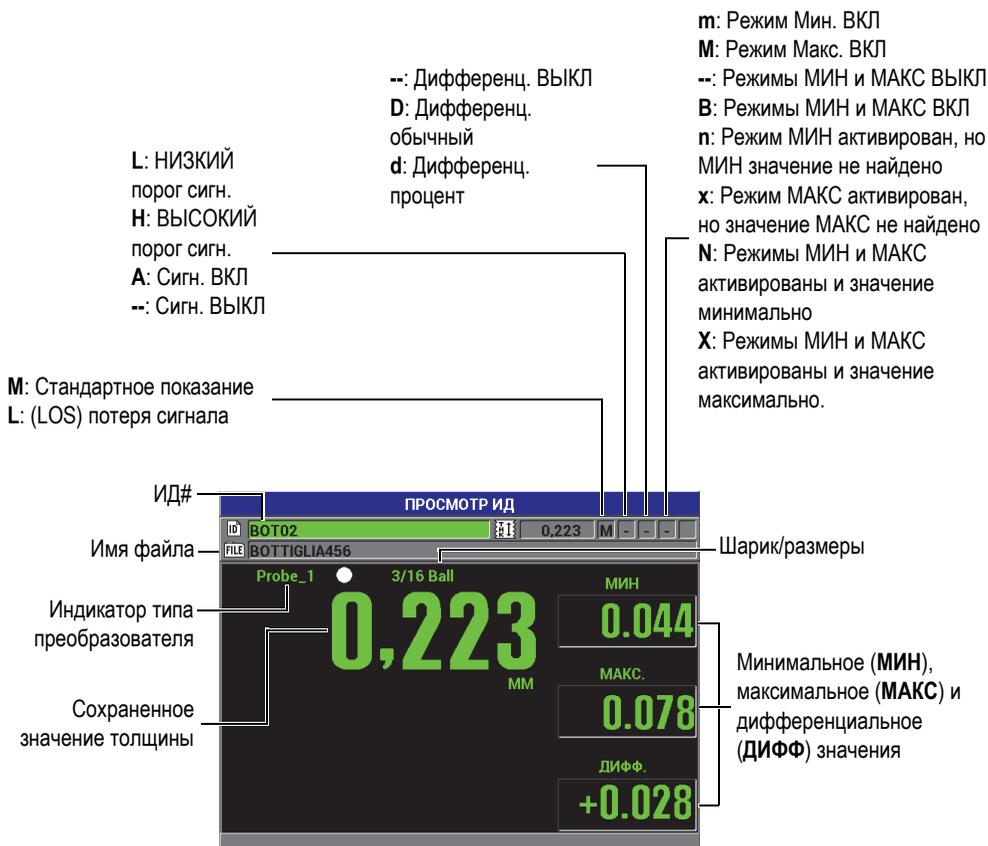

Рис. 7-15 Экран ПРОСМОТР ИД
На Рис. 7-15 на стр. 141 изображен экран просмотра ИД и краткое описание его содержимого. Индикаторы состояния представляют собой аббревиатуру, состоящую из первых букв составляющих информативных слов.
2. На экране измерений нажмите [**ID#**], чтобы открыть окно **ПРОСМОТР ИД** (см. Рис. 7-15 на стр. 141):